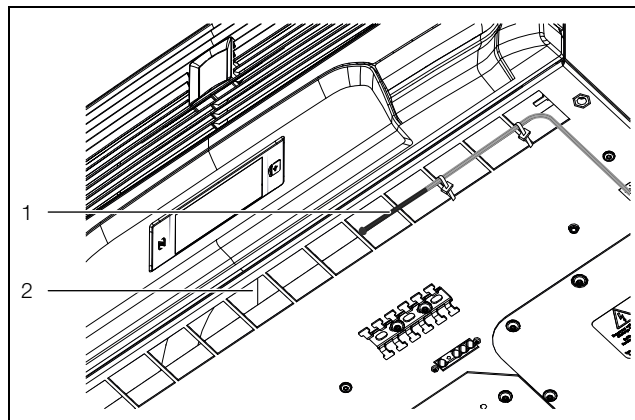

Bild 14: Temperaturgivare framför kallluftutgången
- För temperaturgivaren till mitten framför kylaggregatets kallluftutgång (bild 14).